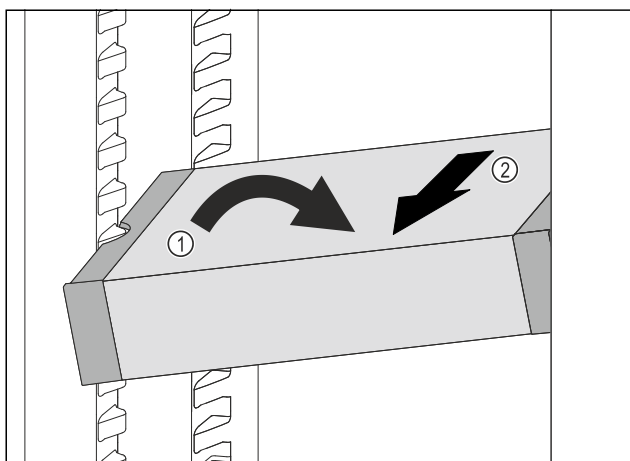

Fig. 79
- ▶ VarioSafe ustawić w chłodziarce pod skosem. Fig. 79 (1)
- ▶ VarioSafe wyjąć do przodu. Fig. 79 (2)